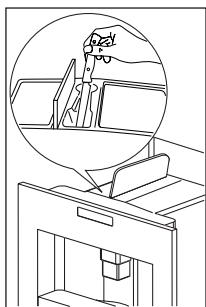

Рис. 28
- ▶ Регулярно (приблизительно один раз в месяц) проверяйте, не засорилась ли воронка для молотого кофе (Рис. 28).